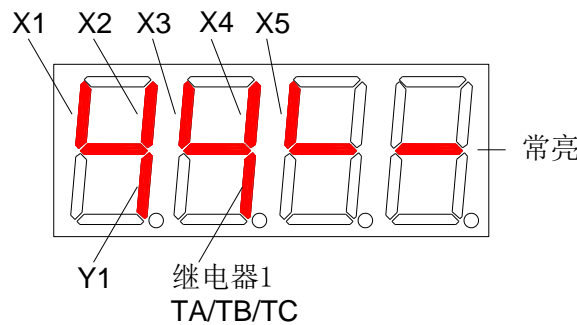

图 6-28 端子状态
- ◆ 端子状态为4位数码管无单位显示，具体含义如图6-28所示。